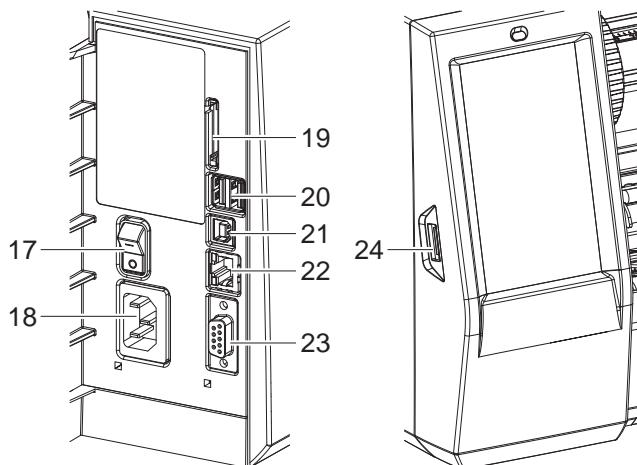

Figura 3 Ligações
As interfaces e ligações existentes de série estão ilustradas na Figura 3.
2. Ligue o cabo de alimentação à fonte de alimentação (18/Figura 3).
- Ligar a impressora através do interruptor de rede (17/Figura 3). A impressora executa um teste ao sistema e indica depois, no visor, o estado do sistema *Pronta*.